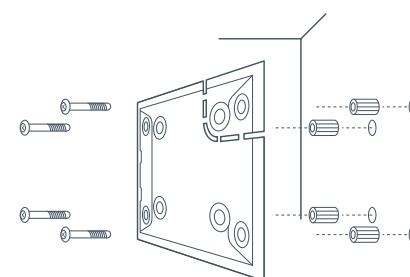

РИС. 2. Схема монтажа
5.3 Закрепите крепежную панель SmartBracket с помощью входящих в комплект дюбелей и саморезов на стене (РИС. 2). Рекомендованная высота установки датчика 2,4 м. Установка датчика не на рекомендуемой высоте, изменяет размеры охраняемой зоны, а также нарушает работу функции игнорирования животных.